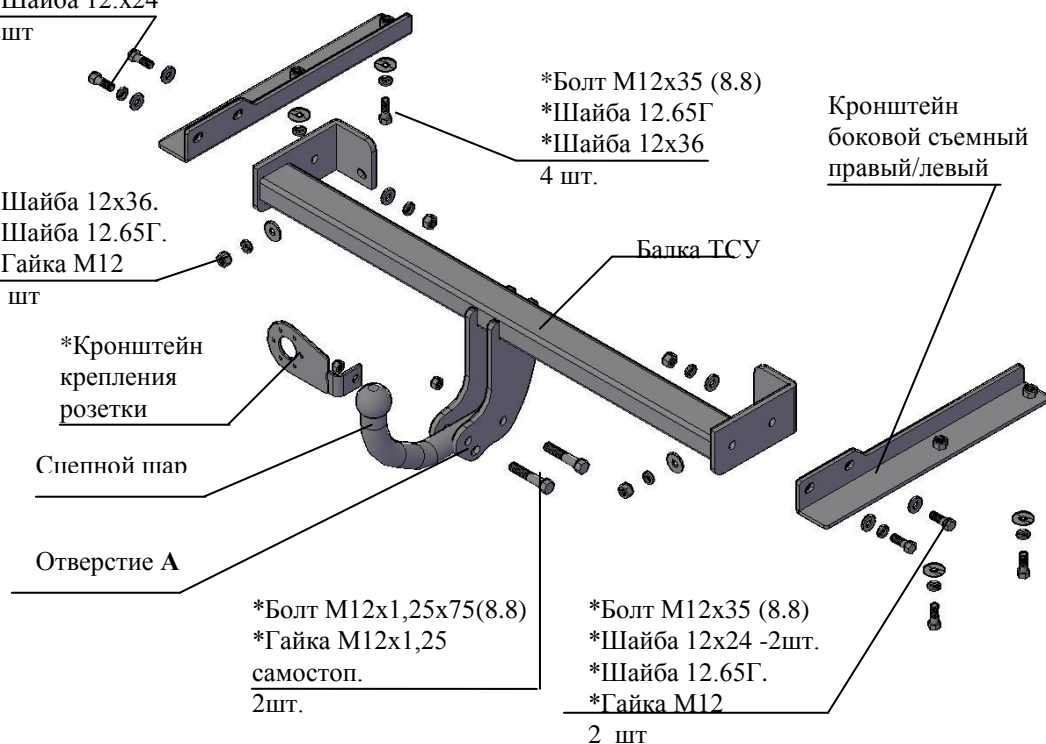

Рис.1 Тягово-сцепное устройство 9440
4.3 Установить боковые съемные кронштейны ТСУ (правый и левый соответственно рис.1) внутрь лонжеронов а/м, закрепить к нижним полкам болтами М12х35, (используя приварные гайки), под головки болтов подложить шайбы 12.65Г и шайбы 12х36. Крепеж не затягивать.
2.1 ТСУ 9440 в сборе (рис.1)	1 шт.
2.2 Пакет с комплектующими (см. рис.1)	1 шт.